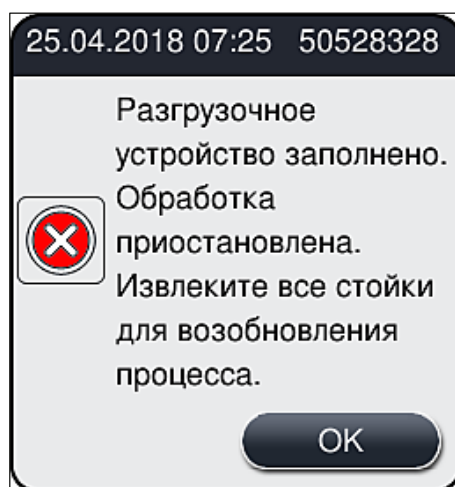

Рис. 76
- Вы должны открыть разгрузочное устройство и извлечь все находящиеся в нем штативы самое позднее при получении сообщения с информацией о том, что разгрузочное устройство полностью занято (→ Рис. 76). Игнорирование этого сообщения может стать причиной неисправности прибора и повреждения образцов.